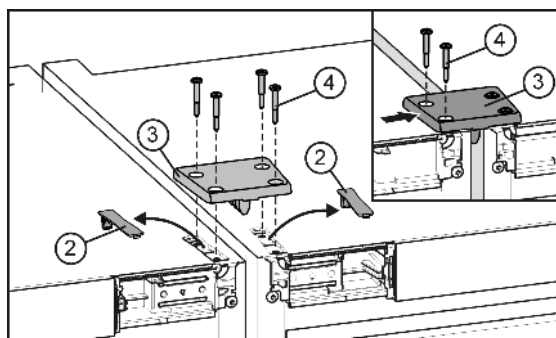

Fig. 5
- ▶ Decupați și scoateți capacele Fig. 5 (2).
- ▶ Aplicați placa de îmbinare Fig. 5 (3) și fixați-l provizoriu la un aparat cu două șuruburi Fig. 5 (4).